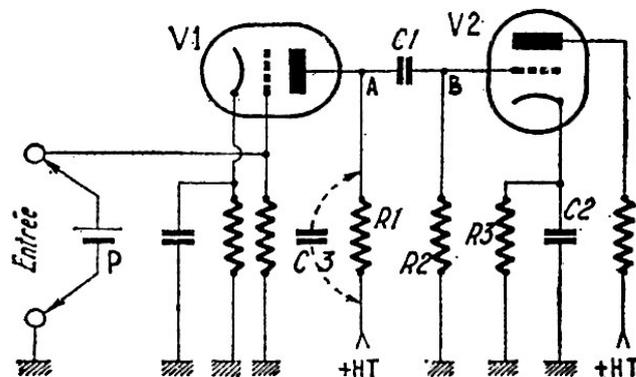

FIG. XIII-12
I. — Considérons, un instant, l'ensemble amplificateur à liaison capacité/résistances, représenté par la figure XIII-12. Une variation de tension grille provoquée par le signal d'attaque appliqué à l'entrée (tube V_1) entraîne immédiatement une même variation amplifiée au point A. Si donc nous appliquons à
IV. — Avec ces résultats, on ne peut plus simples, nous pouvons déjà tirer les conclusions suivantes (se reporter figure XIII-12).